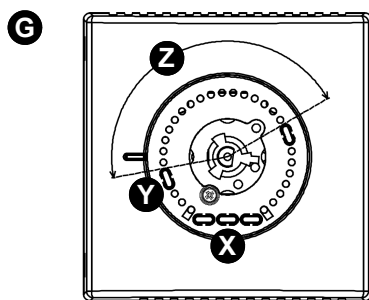

Fig. 12 / Рис. 12.
2. Prelevare i cavalieri meccanici (X) parcheggiati a lato della sede manopola e posizionarli (Y) come nell'esempio di Fig. 12.
2. Pick up the plastic pins (X) parked at one side of the knob area and set them (Y) as in the example of Fig. 12.
2. Retirer les cavaliers mécaniques (X) et les positionner (Y) comme dans l'exemple de la Fig. 12.
2. Die Reiter aus Kunststoff (X) herausnehmen, die sich auf der Seite des Drehgriffes befinden und sie laut Beispiel Fig. 12 anordnen (Y).
2. Extraer los interruptores de correa mecánicos (X) ubicados al lado del asiento del mando y posicionarlos (Y) como en el ejemplo de la Fig. 12.
2. Retirar os pinos (X) e posicioná-los (Y) como no exemplo da Fig. 12.
2. Вынуть механические ограничители (X), установленные сбоку гнезда ручки и установить их (Y) как указано на рис. 12.